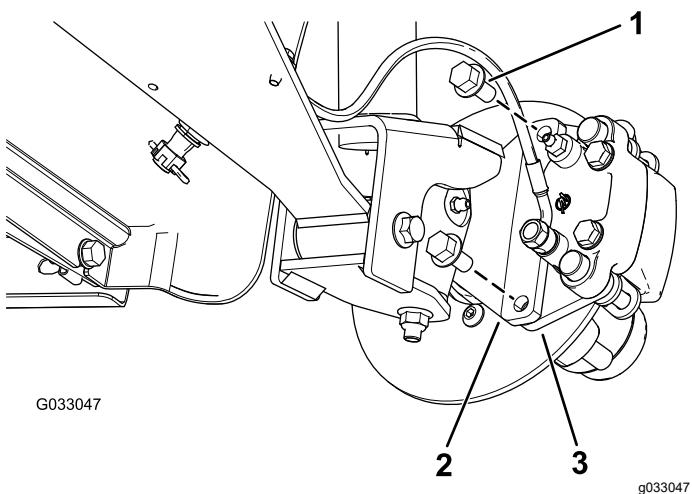
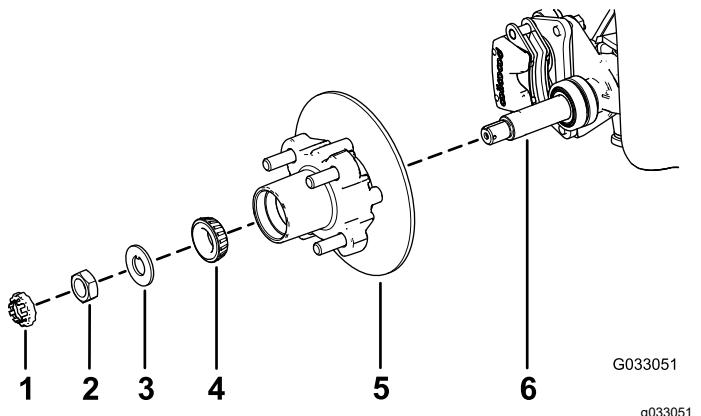

Figure 30
Figure 34
3. Retirez les boulons à embase ($\frac{3}{8}$ " x $\frac{3}{4}$ ") qui fixent le support du frein à la fusée et séparez le frein de la fusée (Figure 30).
- Appliquez une fine couche de la graisse spécifiée sur la fusée (Figure 34).
- Montez le moyeu et le rotor sur la fusée en plaçant le rotor à l'intérieur (Figure 34).
- Montez le roulement extérieur sur la fusée et poussez le roulement contre la bague (Figure 34).
- Montez la rondelle-frein à languette sur la fusée (Figure 34).
- Vissez l'écrou de fusée sur la fusée et serrez l'écrou à 15 N·m tout en tournant le moyeu pour bien asseoir le roulement (Figure 34).
2. Alignez les plaquettes de frein de chaque côté du rotor (Figure 30) et alignez également les trous dans le support d'étrier et ceux de la fixation du frein sur le porte-fusée (Figure 34).
3. Fixez le support d'étrier au porte-fusée (Figure 30) à l'aide de 2 boulons à embase ($\frac{3}{8}$ " x $\frac{3}{4}$ "). Serrez les 2 boulons à embase à un couple de 47 à 54 N·m.